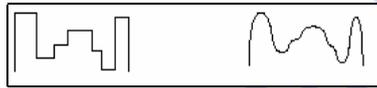

图 5-79 对多义线进行拟合
(4) Fit。允许用户采用一条双圆弧曲线拟合所选定的多义线。
(5) Spline。允许用户用 B 样条曲线对多义线进行拟合，其中所编辑的多义线的各定点作为样条曲线的控制点。图 5-79 表示将左图中的多义线进行拟合，结果如右图所示。